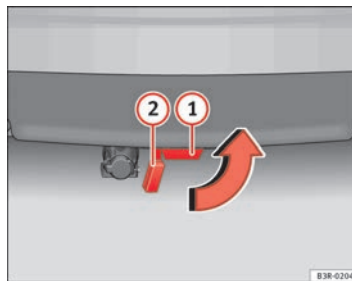

Fig. 171 Pare-chocs arrière : mise en place du bouchon obturateur
- Extrayez la boule d'attelage par le bas, hors du tube de fixation **(1)** ⇒ page 220, fig. 171. Lors de cette opération, le bouchon obture automatiquement le tube de fixation **(2)**.